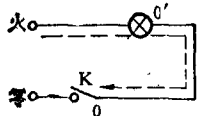
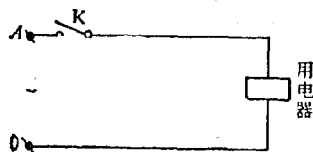

图 3
图 4
(1) 乱拉电线。有一些人未经允许自行安装了一些进户线。这些电线破旧不堪，绝缘与线芯损坏了许多，没有很好地固定在电杆的瓷瓶上，这里绑一下，那里支一下，对地距离很低，导线接头的方式更是五花八门。这种乱拉的电线很容易被人碰着，并且很容易掉在地上，使人触电。还有一些家庭住户，随意更改室内原来的布线，拉起了一道道电线，如同小“电网”，这也是很危险的。
(2) 乱装开关。有些同志忽视了开关的作用，认为只要能使灯亮灯灭就行了。这是错误的。以图3为例，即开关K断开了，灯能灭，但并未断电，而且使原来工作时的零线00'也变成了火线，这比开关不断开还容易使人触电。因此，一定要将开关装在火线上，如图4。